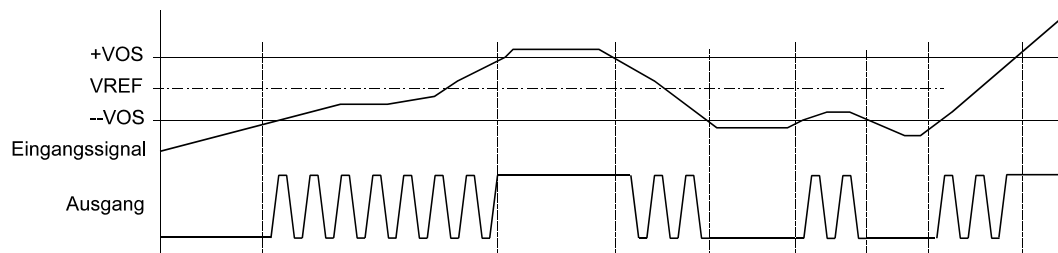
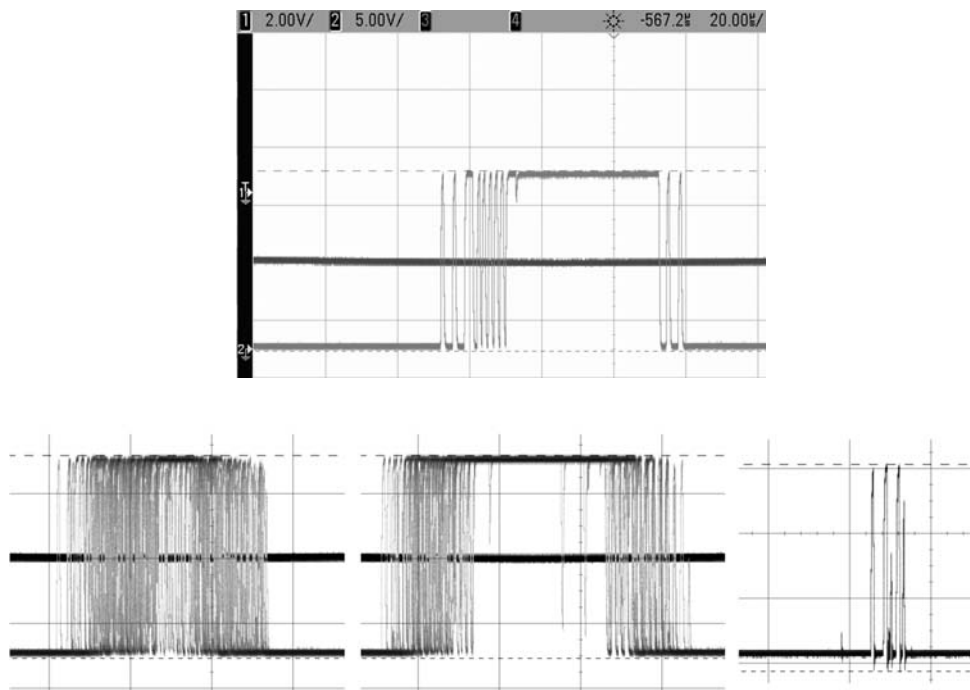

Abb. 6.13 Ein sehr langsamer Eingangsspannungsverlauf. Es geht hin und her...
Abb. 6.14 Schwingungen am Ausgang eines Komparators – eine kleine Auswahl aus der Praxis. Zeitraster : 20 μ s/Div.
Manchmal ändert sich die Differenzspannung nur sehr langsam (man denke u. a. an Temperatursensoren wie beispielsweise Heiß- oder Kaltleiter). Dabei kann der Signalverlauf so schwanken, dass der lineare Bereich nicht in einer Richtung durchlaufen, sondern in Gegenrichtung wieder verlassen wird (Abbildung 6.13). Hierdurch können sich vielfältige Schwingungserscheinungen ergeben (Abbildung 6.14). Ähnliche Ausgangssignalverläufe entstehen, wenn das Eingangssignal von Störungen überlagert ist.
2. Die Differenzspannung wechselt immer wieder zwischen Anstieg und Abfall (nichtmonotoner Spannungsverlauf), so dass beim Umschalten der lineare Bereich mehrfach erreicht und auch wieder verlassen wird (vergleiche Abbildung 6.13). Typische Ursachen sind extrem langsame Signalverläufe und überlagerte Störungen. Hinreichend intensive Störüberlagerungen föhrendazu, dass der Ausgang hin- und herschaltet; sie ergeben praktisch eine Art Prelleffekt, ähnlich dem Prellen (Bouncing) eines Kontakts. Bei langsamen Schwankungen an den Eingängen können diese Prellimpulse mit den selbst erzeugten hochfrequenten Schwingungen überlagert werden.